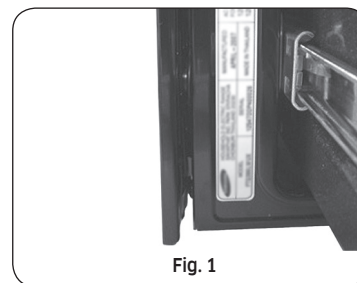
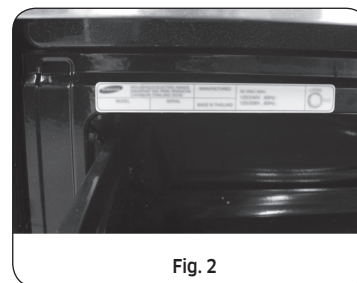

Fig. 1
Fig. 2
1. La mesada alrededor del recorte debe ser plana y nivelada (ver zona sombreada de la Fig. 1).
2. Antes de instalar la unidad, mida la altura de los dos lados del gabinete (C1~C4), frontal y posterior (Vea la Fig. 1) desde el piso hasta la parte superior de la mesada.
Este electrodoméstico debe ser alimentado con el voltaje y la frecuencia correctos, y debe conectarse a un ramal de circuito individual correctamente conectado a tierra y protegido con un disyuntor o fusible cuyo amperaje debe concordar con lo establecido en la placa de especificaciones. La placa de especificaciones se encuentra ubicada arriba del cajón en el marco del horno. (Fig. 1 o Fig. 2)